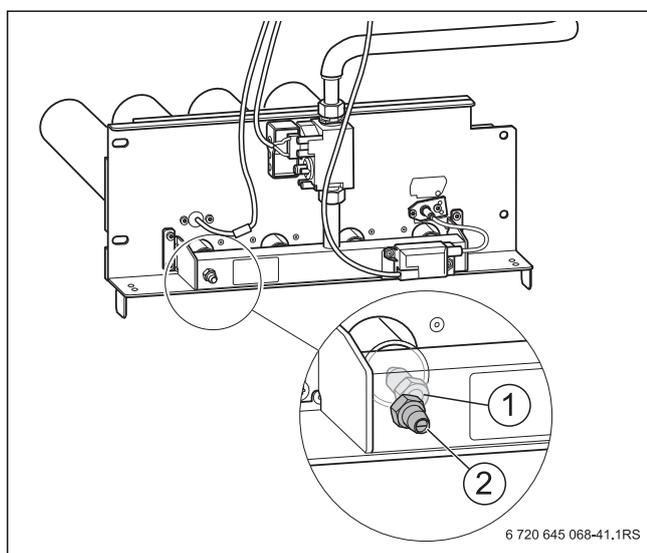

Рис. 55 Замена форсунок основного газа
- ▶ Замените форсунки основного газа (→ рис. 55 [1], стр. 44) на форсунки для нового вида газа. При этом нужно установить новые уплотнения.